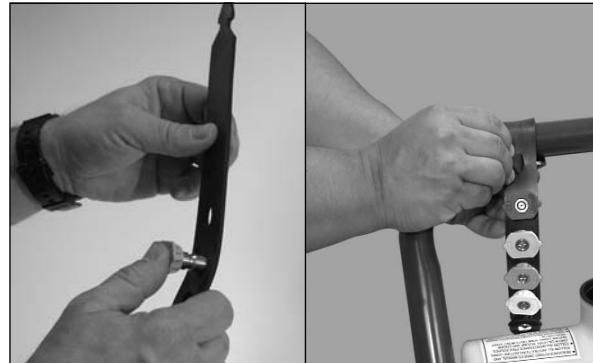

Figure 9 – Insérer les buses de pulvérisation dans le support pour les buses.
9. Mettre les buses de connexion rapide dans le support pour les buses et le fixer sur le manche du nettoyeur haute pression. Voir la figure 9.